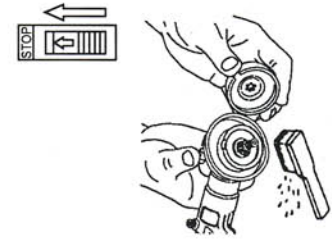

Рис. 22
(1) По окончании работы снимите держатель А, удалите обрезки и траву с внутренней стороны и начисто вытрите. Также вытрите угловую трансмиссию и трубу вала. (Рис. 22)